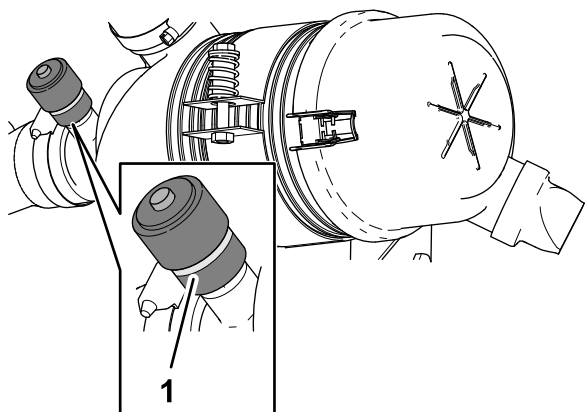

Figura 112
3. Compruebe el indicador de mantenimiento en el extremo de la carcasa del filtro de aire (Figura 112).